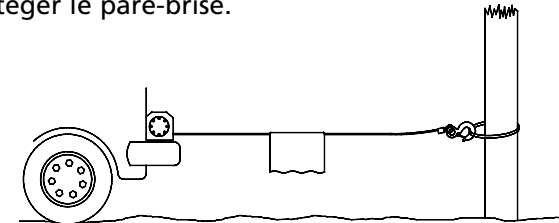

Fig. 6
2. Lorsque vous tirez une charge, placez une couverture, un manteau ou une bâche sur le câble métallique près de l'extrémité munie du crochet (voir la fig. 6). Cela ralentira le fouettement d'un câble métallique brisé et aidera à empêcher une blessure grave. Levez le capot pour protéger le pare-brise.